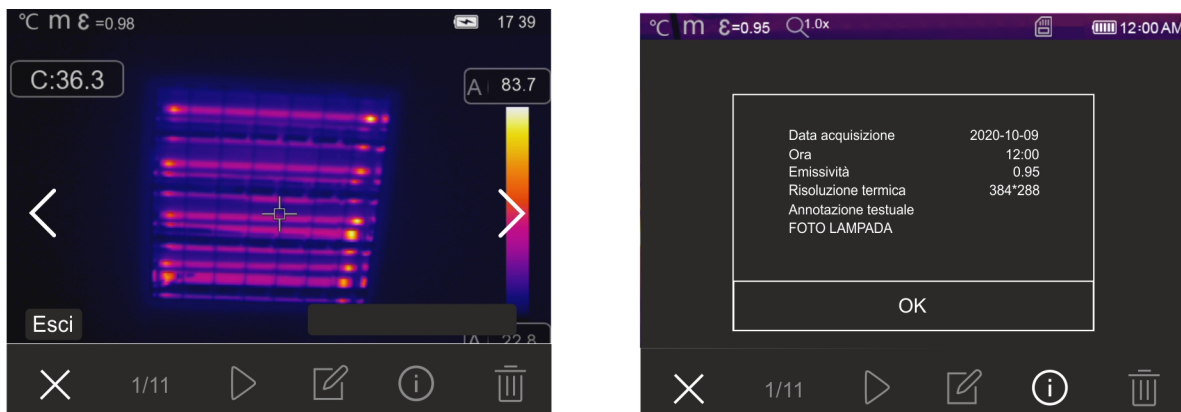

Fig. 47: Richiamo a display immagini salvate
1. Premere il tasto per entrare nella galleria delle immagini e video salvati nella memoria dello strumento o nella micro SD card. La videata di Fig. 47 – parte sinistra seguente è mostrata a display
3. Toccare l’icona “i” per aprire la sezione con le informazioni sull’immagine salvata. La videata di Fig. 47 – parte destra è mostrata a display